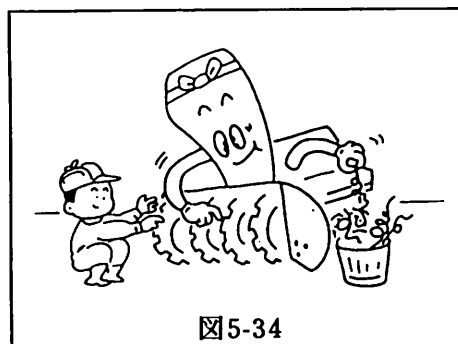

図5-34
2. ブロウ及びオーガ軸にビニール紐などが巻き付いたら、取り除いてください。そのまま運転しますと、オーガミッションのオイルシールを傷め、オイル漏れの原因になります。(図5-34参照)